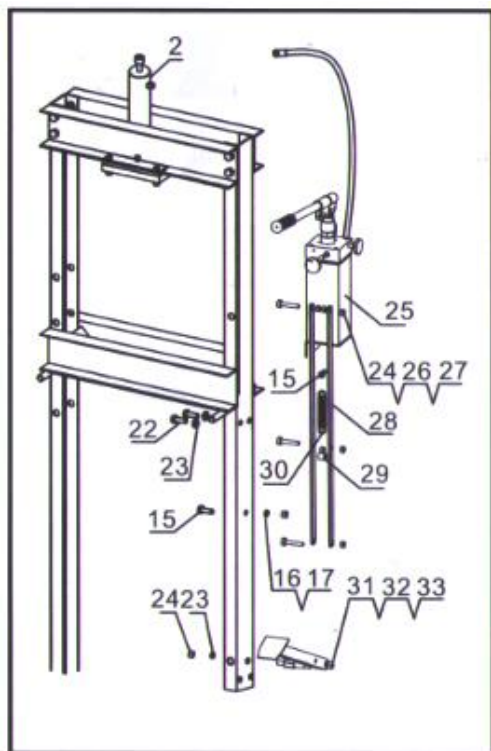

Рис. 6
7. Закрепите насос (25) на раме болтами (22), (15), с шайбами (23),(16), гайкой (17). Закрепите пружину (30) педального узла с помощью болта (15). Закрепите педаль гайкой (24) с шайбой (23). Закрепите педальный узел к рукоятке болтом (26), гайками (24) и гайкой (27). См. рис. 6.